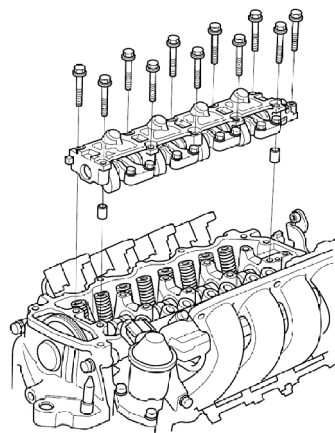

图 13-8 拆下摇臂总成
4) 拆下摇臂轴安装螺栓，然后拆下摇臂总成，如图 13-8 所示。